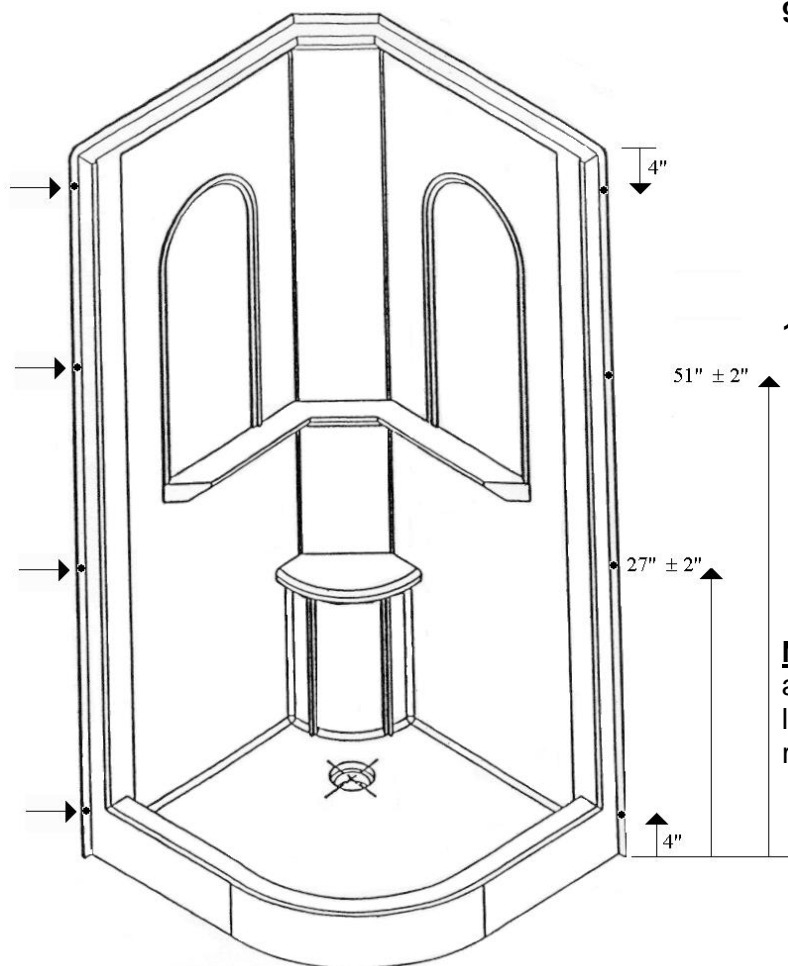

Figure 5
7. À l'aide d'une perceuse et d'une mèche légèrement plus grosse que les vis que vous allez utiliser pour fixer la douche, percez l'acrylique au niveau de la lèvre (partie non apparente après installation) aux endroits indiqués sur la figure 5.